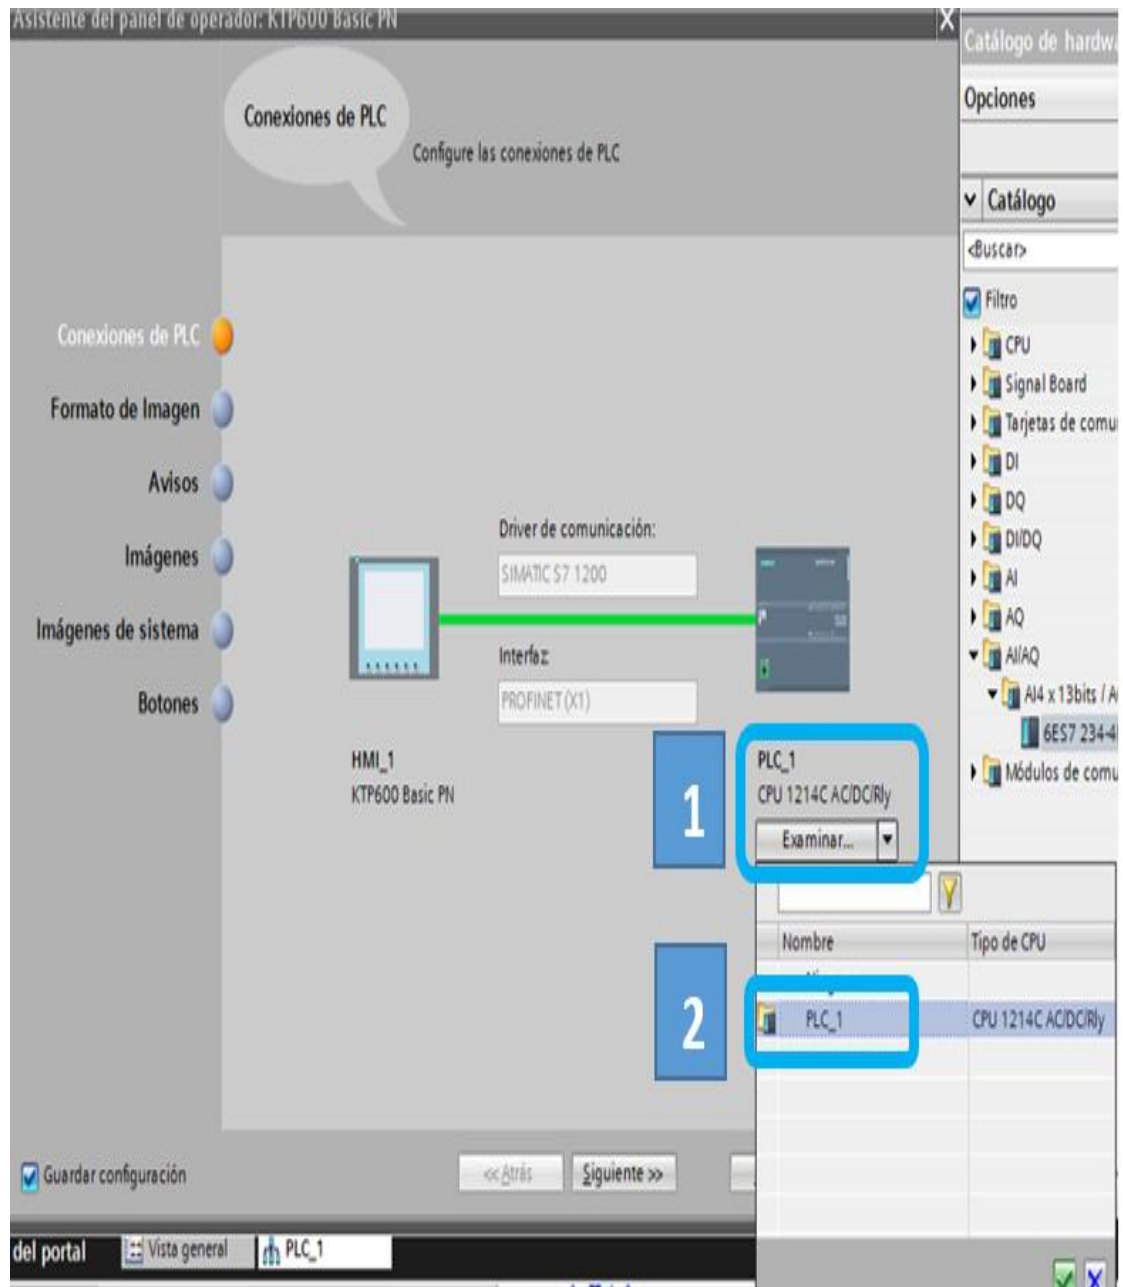

Figura 2.32: Configuración de la conexión PROFINET entre TOUCH-PLC.
7. En el asistente del panel de operador se abren las Conexiones de PLC para configurar la conexión PROFINET como se indica en la figura 2.32, dirigirse a PLC_1 / Examinar y seleccionar el PLC que se agregó al crear el proyecto y automáticamente se enlazan y quedan conectados con una línea verde el PLC y la TOUCH.